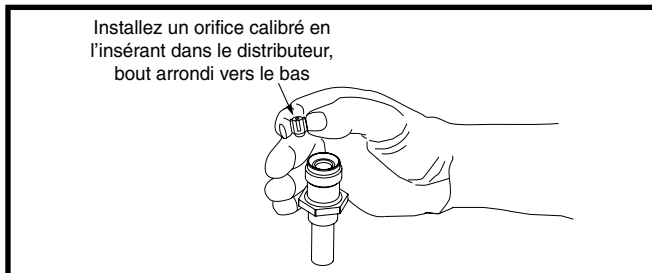

Figure 4. Insertion de l'orifice d'étranglement dans le corps du distributeur
4. Insérez le nouvel orifice dans le corps du distributeur, bout arrondi vers le bas. Voyez la Figure 4.